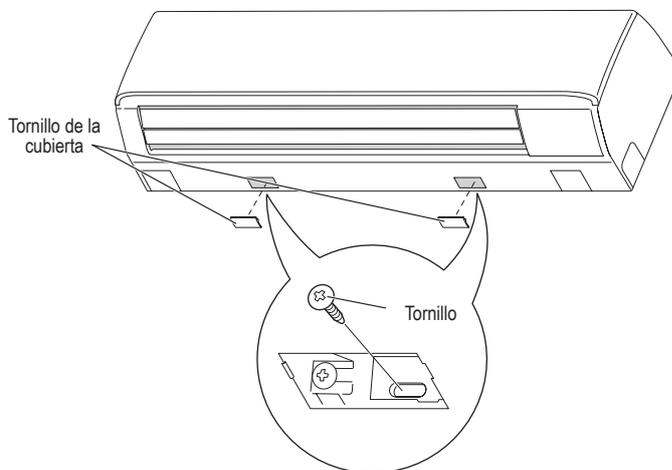

Fig. 5-34
- (1) Retirar los tornillos de la tapa frontal (Fig. 5-34)
- (2) Asegurar el marco al panel trasero, utilizando los 2 tornillos autorroscantes de 4 x 10 mm. suministrados (Fig. 5-34)